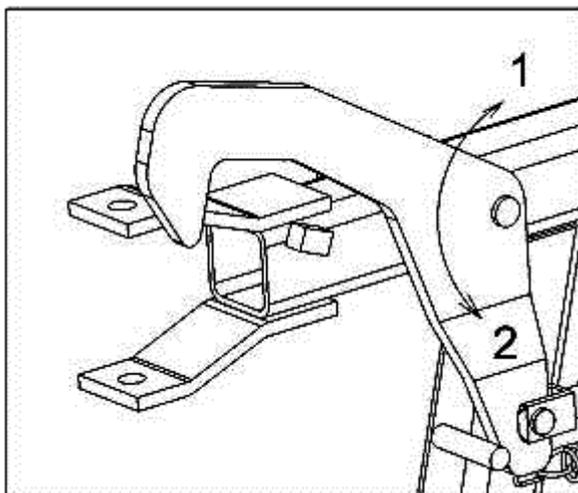

Рисунок 11.
- Открыть предохранительные крюки (рис. 11), при помощи гидравлического распределителя простого действия (положение 1).
- Закройте предохранительные крюки (рис. 11), при помощи гидравлического распределителя простого действия (положение 2).
- Закрывать предохранительные крюки (рис. 11), при помощи гидравлического распределителя простого действия (положение 2).